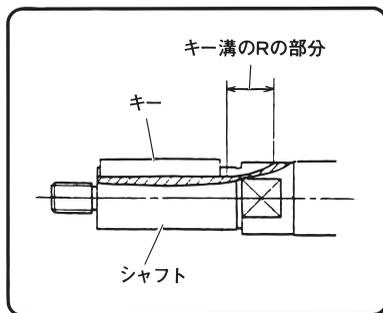

図 20
- (3) コンタクトホイールをシャフトに取付けるときは、キーがキー溝の R の部分 (曲線部分) に乗り上げないようにしてください。(図 20)